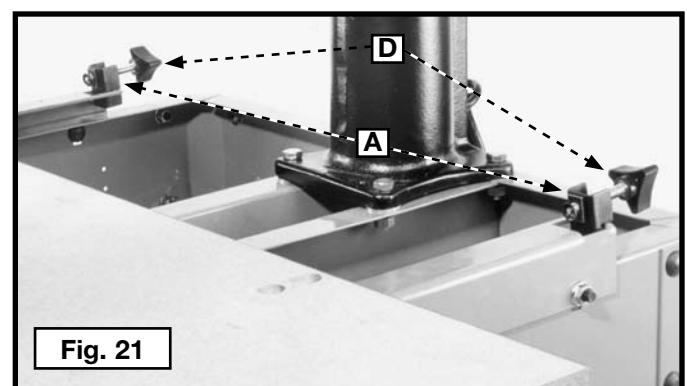

Fig. 21
2. Tourner la vis d'ajustement (D) Figure 21 dans le sens inverse des aiguilles d'une montre de façon à ce que les boutons (A) soient en position arrière.